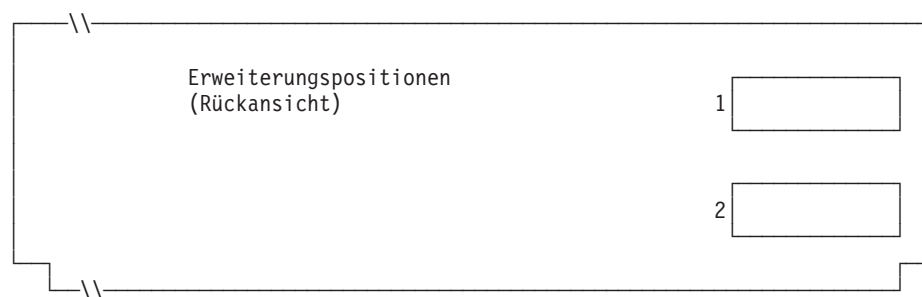

Abbildung 100. Rückseite der Datenkasse IBM 4694-2x6
4. In Abb. 100 jede Erweiterungsposition, in der ein Dual-Asynchronadapter **zur Benutzung durch die Kassenprogramme** installiert ist, mit einem X kennzeichnen. Sind die Adapter zur Benutzung durch andere Anwendungen (als die Kassenprogramme) vorgesehen, keine Kennzeichnung vornehmen.